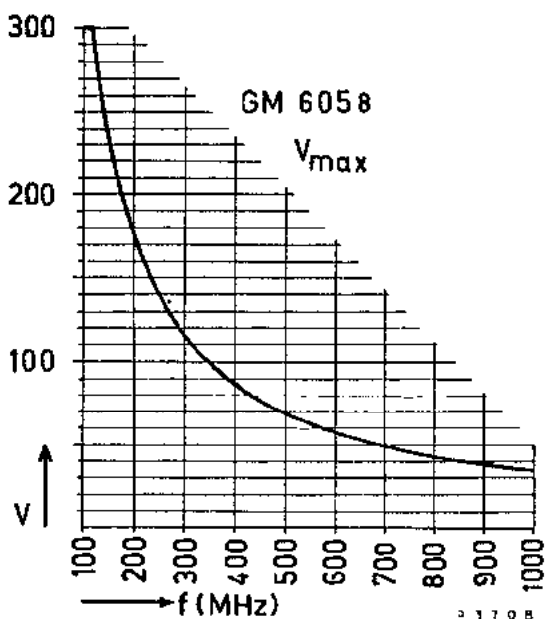

Fig. 14a
- Meetgebieden (met  $Sk_1$  in te stellen) : 0-1; 0-3; 0-10; 0-30; 0-100 en 0-300 V (zie fig. 14a)